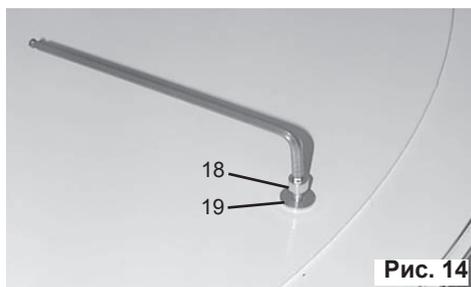

Рис. 14
Для крепления используйте 6 болтов с шестигранной головкой (18) и кольцевые прокладки (19) (Рис. 14).